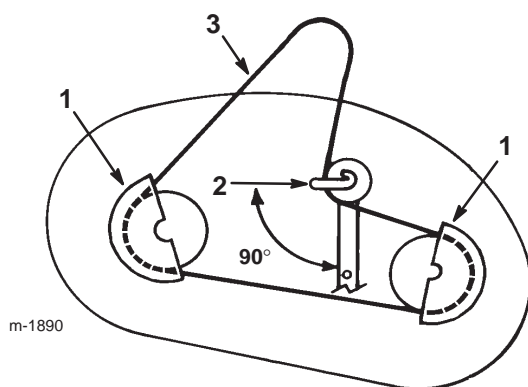

Figure 46
2. Enlevez les vis de fixation des cache-poulie et déposez les cache-poulies des deux poulies d'entraînement des lames (Fig. 46).
3. Desserrez, sans les enlever, le boulon et l'écrou de fixation du galet tendeur et de son guide-courroie (Fig. 46).
2. Positionnez le guide-courroie du galet tendeur de sorte qu'il soit dirigé vers la gauche, à 90° par rapport au bras de tension (Fig. 46).
4. Posez les cache-poulie gauche et droit à l'aide de leurs vis de fixation (Fig. 46).